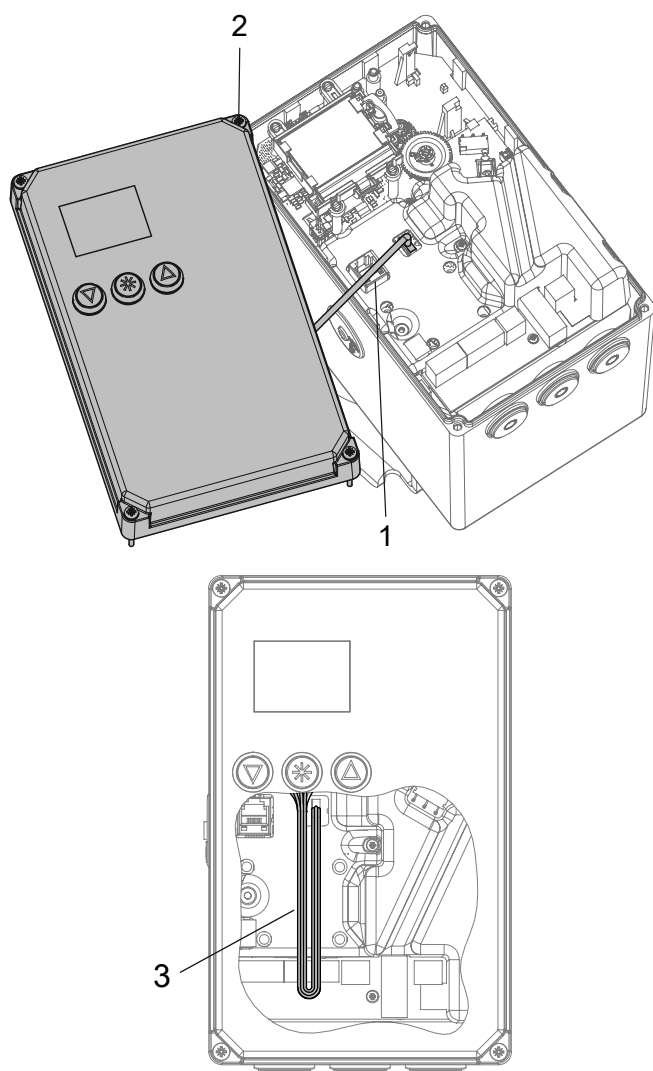

Fig. 38 : Exécution spéciale à trois boutons de commande
⇒ cf. Fig. 38.
- ⇒ S'assurer que les câbles de raccordement (1) du couvercle du carter servomoteur ne sont pas trop tendus.
2. Placer le couvercle de carter dans la position illustrée dans Fig. 38.
3. Placer le couvercle, centrer la vis (2) en la tournant brièvement vers la gauche et la resserrer légèrement.
5. Desserrer la vis (2), maintenir le couvercle du carter tout en veillant à ne pas soumettre les câbles de raccordement (1) du couvercle à une tension excessive.
6. Placer le couvercle sur le carter et loger les câbles de raccordement dans le carter comme illustré dans Fig. 38.